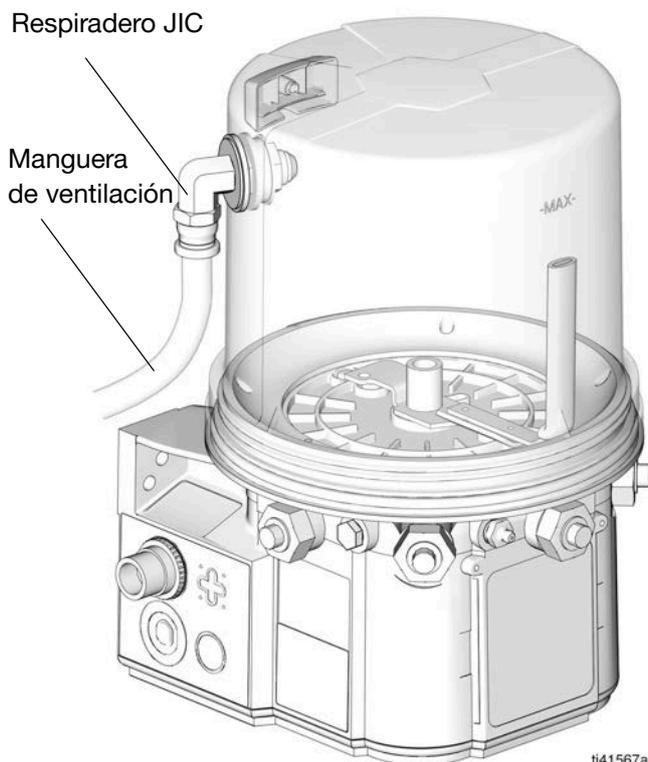

FIG. 14
**NOTA:** El respiradero JIC y la manguera de ventilación, si están conectados, no deben utilizarse como puerto/indicador de llenado excesivo (FIG. 14).